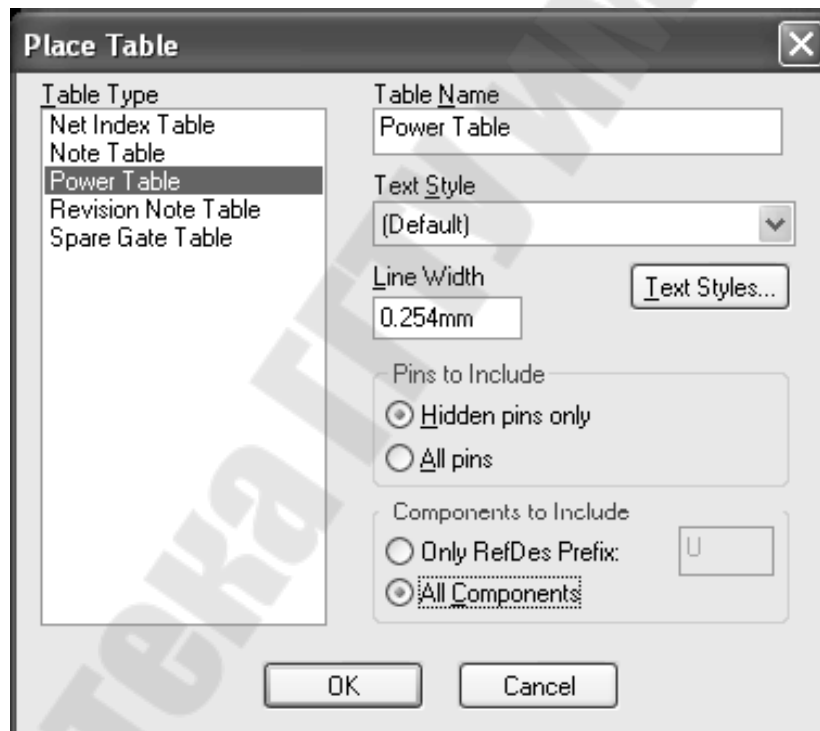

Рис.4.5. Размещение таблицы выводов питания
- 10) Для всех РЭК надо вывести номера выводов подключенных к питанию (в виде таблицы), для этого используется команда Place Table на панели документов (при необходимости включить видимость панели документов - DocTool Toolbar). В окне Place Table (рис.4.5.) указать: Table Type - Power Table, в зоне Pins to Include отметить Hidden pins